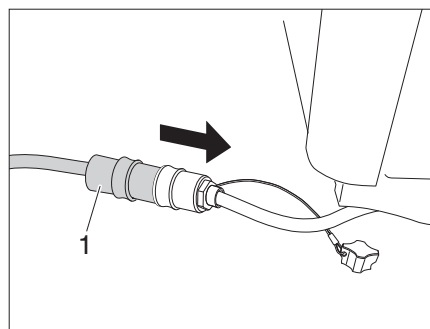

Figura 61 Conectar el cable de extensión
- Conecte el cable de extensión (Figura 61,1) al bloque de cocina y a la conexión eléctrica en la entrada del Campster.
- ▷ Utilice el cable de extensión (Figura 61,1) sólo cuando utilice la cocina a la intemperie.